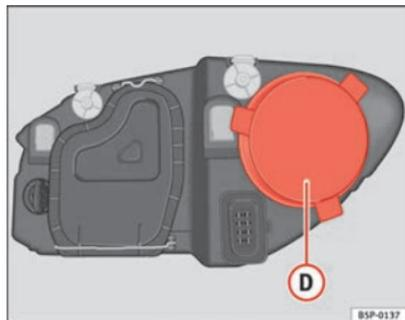

Fig. 188 Luz de presença
- Retirar a tampa ⇒ Fig. 188 **D**, puxando-a.